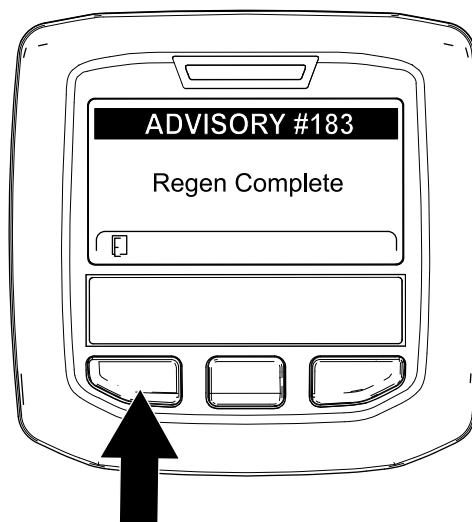

Bild 50
9. Wenn der Motorcomputer eine geparkte Regenerierung oder eine Wiederherstellung-Regenerierung abschließt, wird im InfoCenter ADVISORY #183 (Bild 50) angezeigt. Drücken Sie die linke Taste, um den Homebildschirm anzuzeigen.